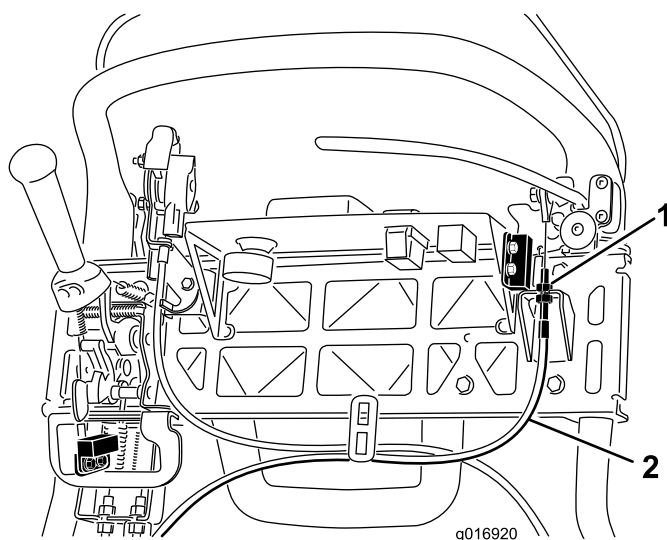

Figura 41
3. Para aumentar la tensión del cable, afloje la contratuerca superior del cable y apriete la contratuerca inferior (Figura 41) hasta que se requiera una fuerza de 156 N aplicada a la palanca de freno para quitar el seguro del freno de estacionamiento. No ajuste demasiado, o la cinta del freno puede agarrarse.